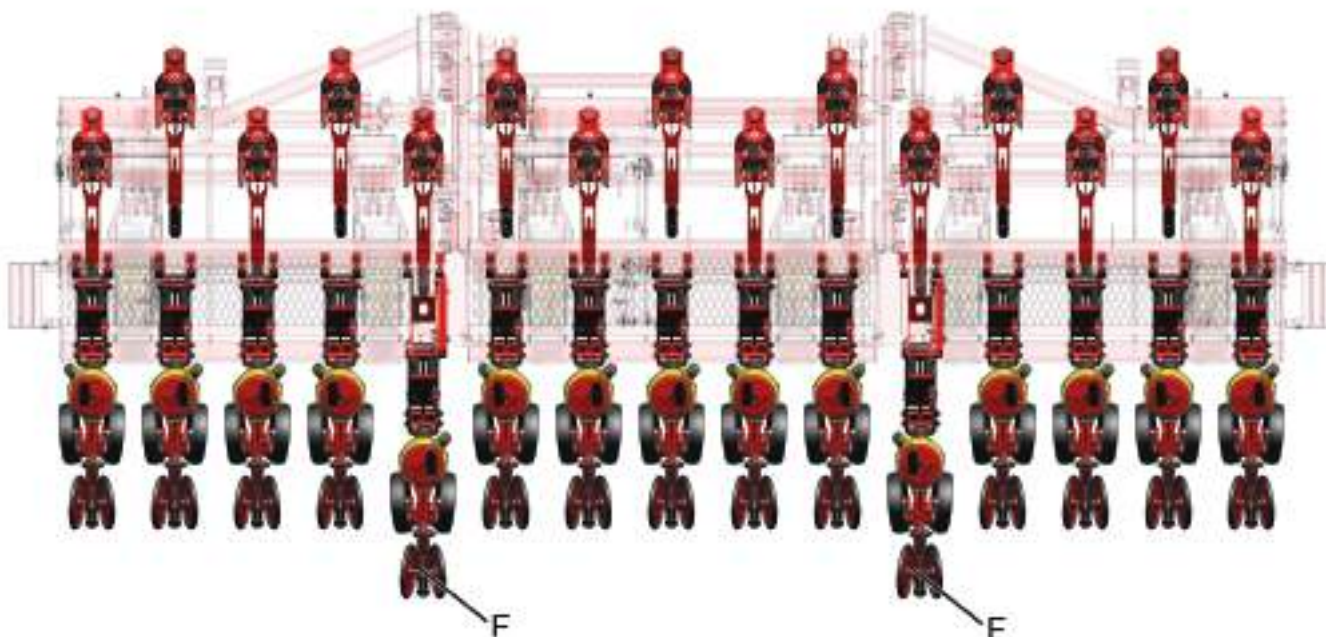

fig. 142
O implemento possui duas linhas de semente longas (F) (fig. 142) afim de evitar o contato com as demais linhas durante o plantio e articulação.